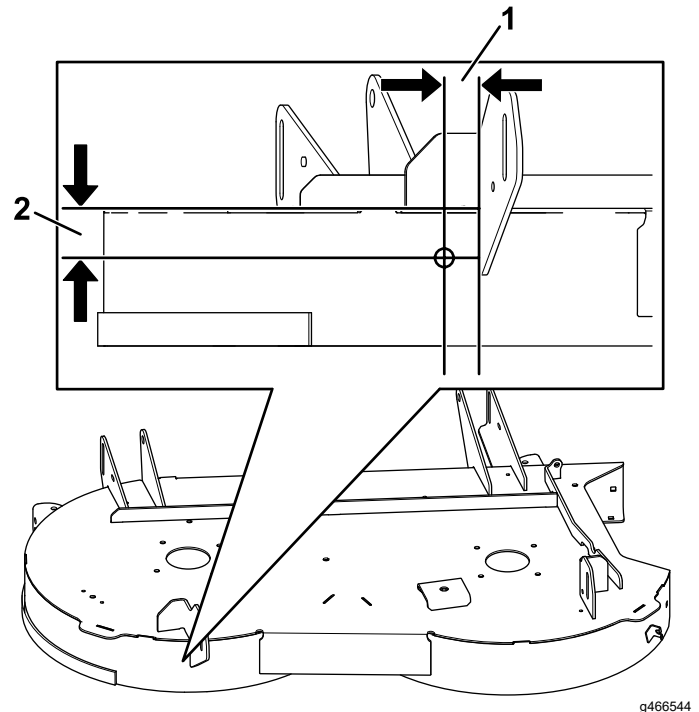

Figura 3
2. Perfore un orificio en la posición marcada usando una broca de 9/32", como se muestra en la Figura 3.